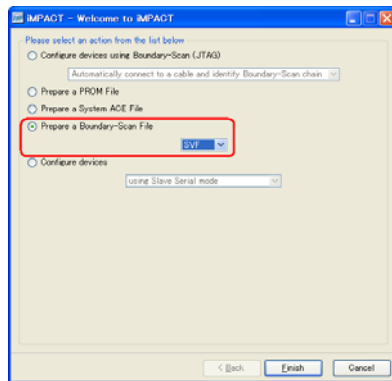

図 7.3: 出力形式選択
3. 論理合成やフィッティングが終了し、ダウンロードファイルが作成されると、図 7.3 のようなダイアログが現れる。ここで出力形式を SVF とする。